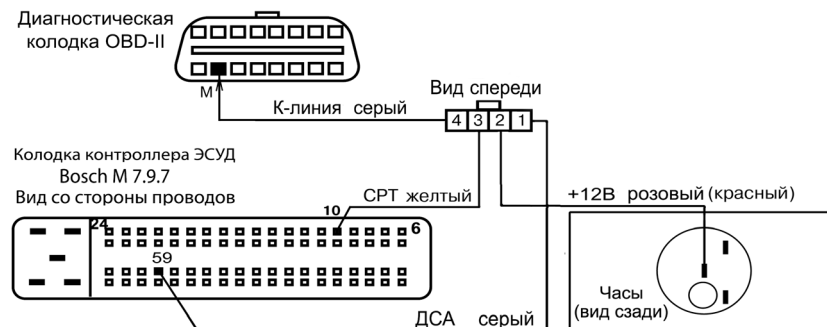

Рис. 3. Схема подключения БК комбинации GF608 на автомобиле Lada 2107.
- 6.14. Подключите дополнительный жгут в соответствии со схемой подключения (см. рис.3), провод К-линии – к гнезду №7 диагностической колодки; провод ДСА с помощью соединителя проводов подключить к проводу в 59-м гнезде 81-го контактного разъема подключения контроллера ЭСУД. Контроллер находится под полкой справа.
- 6.15. Соединителем проводов подключите розовый провод к проводу не отключаемого электропитания часов (см. рис.3)
Подключение провода СРТ к контроллеру (необходимо только для повышения точности измерения расхода топлива). Вставить контакт провода СРТ в гнездо 10 колодки контроллера согласно Рис.3. Контроллер находится под полкой справа.